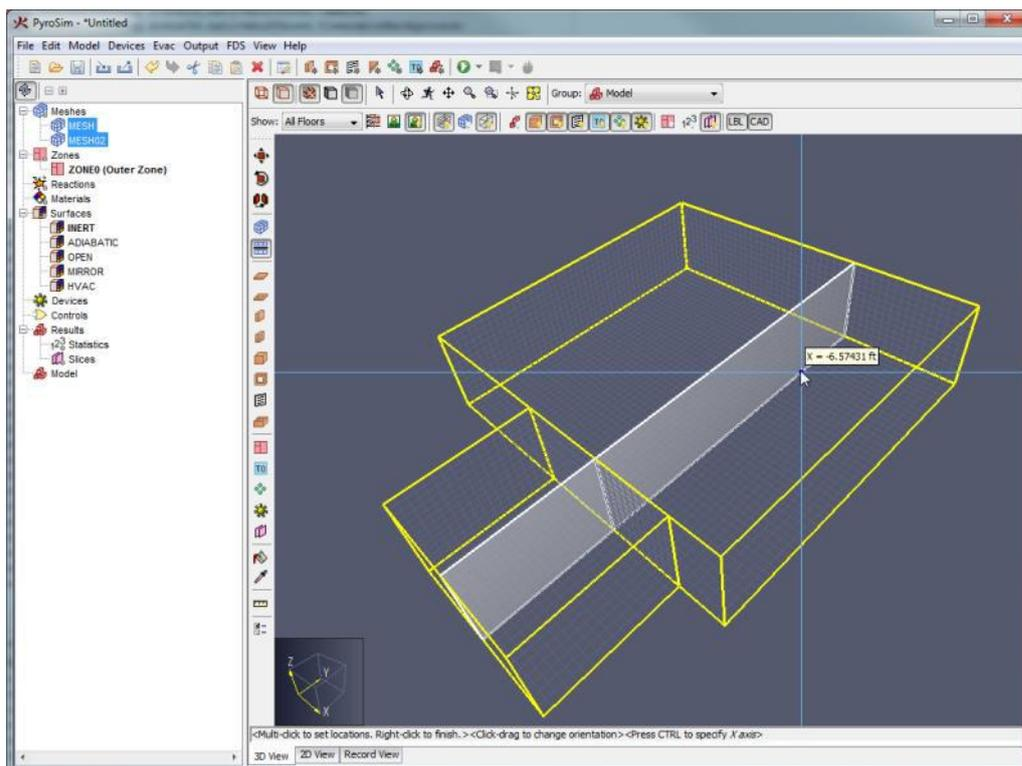

Рисунок 9-23 Разделение сетки с помощью инструмента
3. Перемещайте курсор по одной из сеток. Будет отображаться предварительный разрез, по которому сетки будут разделены, как показано на рисунке Рисунок 9-23. По умолчанию инструмент выбирает ось для разделения по ближайшей грани